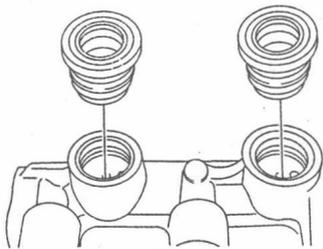

图 1-3 拆卸制动液储液罐密封
- (4) 倾斜储液罐并向上拉，将其拆卸。
- (5) 从总泵缸体上拆卸制动液储液罐密封件，如图 1-3 所示。